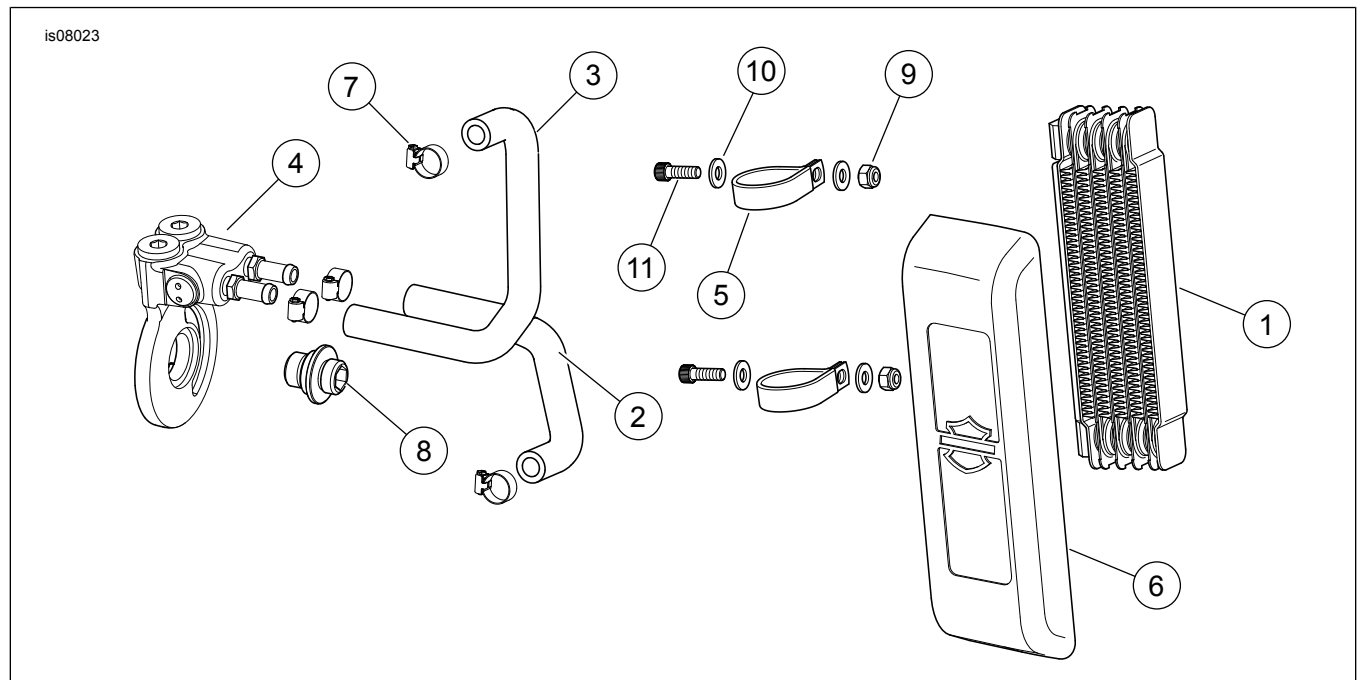

Figura 5. Piezas de servicio: Enfriador de aceite Softail
Vea Figura 5 y Tabla 1.
5. Vea Figura 5. Instale la manguera superior (3) en el arpon del enfriador de aceite y apriete con la abrazadera de la manguera (7) a 0,9 N·m (8 in-lbs).
6. Instale la manguera inferior (2) en el arpon inferior del enfriador de aceite y apriete con la abrazadera de la manguera (7) a 0,9 N·m (8 in-lbs).